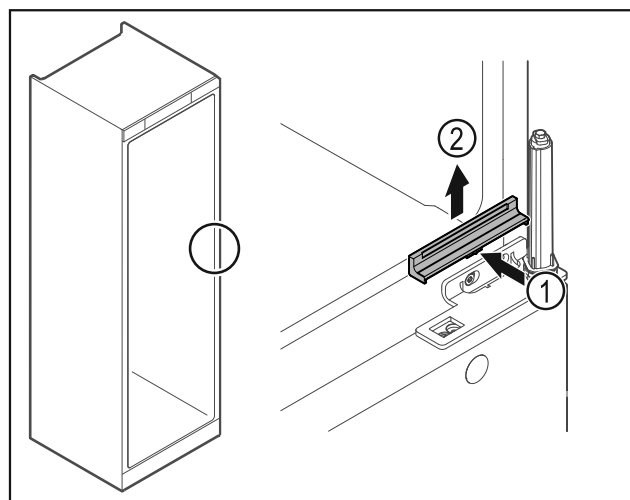

Fig. 22
- Abdeckung Fig. 22 (1) in der Mitte leicht eindrücken und nach oben abnehmen Fig. 22 (2).